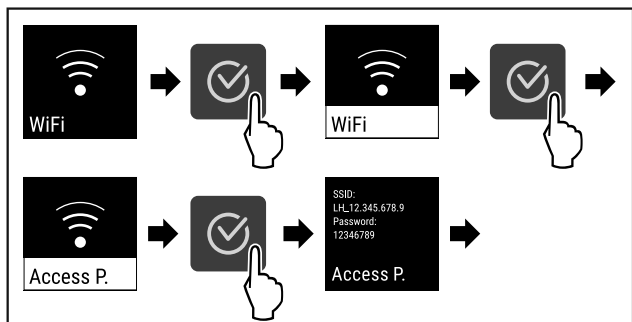

Fig. 85
- ▶ Proveďte akční kroky (viz Fig. 85) .